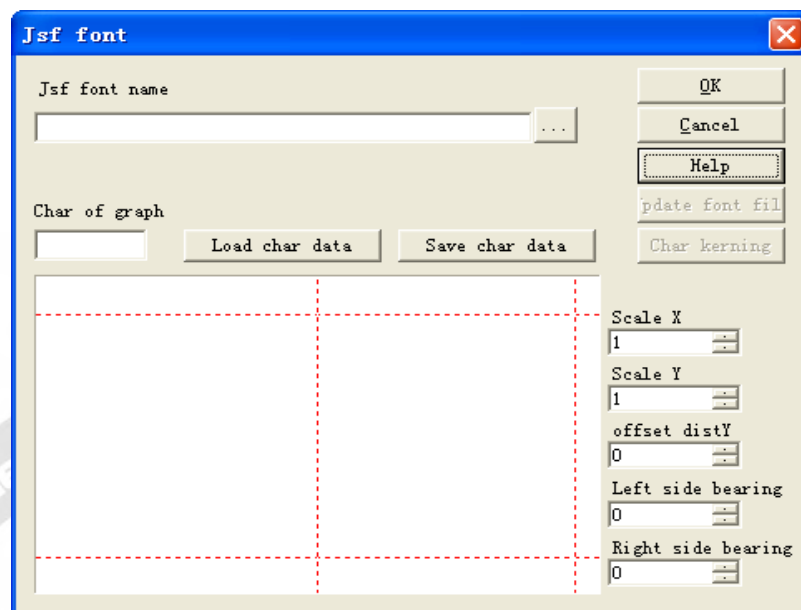
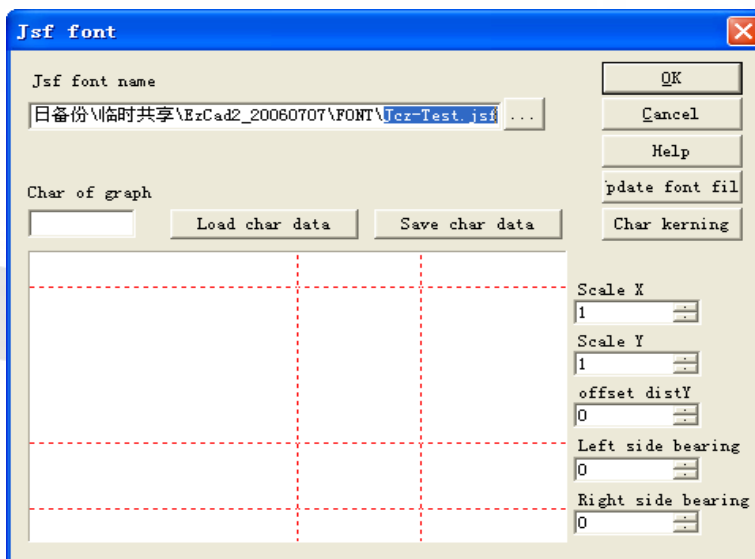
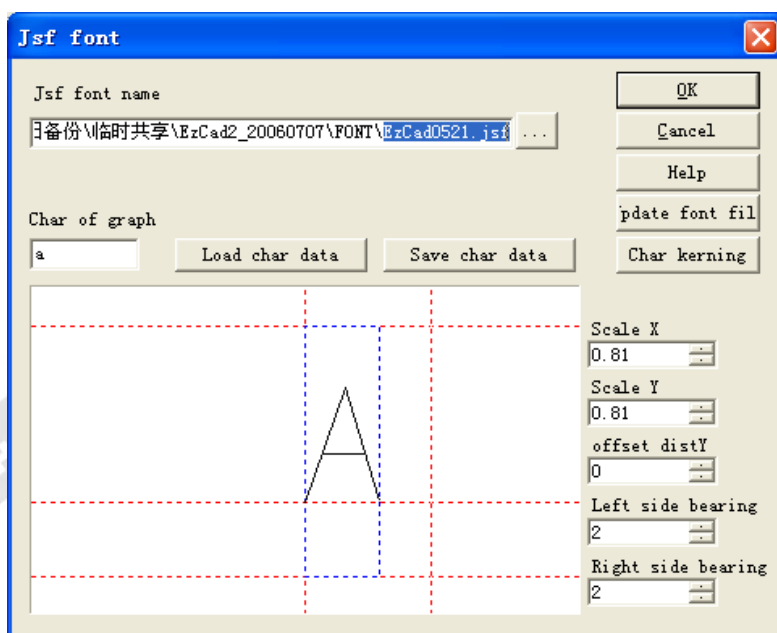

Рис. 5-17. Шрифт JSF.
Рис. 5-19. Выбор файла шрифта.
Рис. 5-23. Сохранение.
При выборе опции «JSF font» (шрифт JSF) система развернет окно диалога, показанное на Рис. 5-17.
На Рис. 5-17 показаны две неактивные функциональные клавиши «Update font file» (обновить файл шрифта) и «Char kerning» (кернинг символов). Далее требуется выбрать название библиотеки шрифтов jsf, функциональная кнопка  находится справа от окна ввода. При нажатии клавиши  появляется окно диалога открытия файла -> Выбор названия библиотеки шрифтов, которую требуется исправить-> Нажать «ОК» (будет указан путь к файлу), как показано на Рис. 5-19:
показанное на Рис. 5-17. Нажмите кнопку:  и найдите каталог шрифтов программы «EzCAD» в окне, введите «EZCAD0521» щелкните кнопкой для отображения следующего окна диалога, Рис. 5-23 .
соответствующие позиции символа «а», Рис. 5-23:
1. Нажмите «JSF fonts» (шрифты JSF) в меню «Modify» (модификация), появится окно диалога шрифтов JSF, показанное на Рис. 5-17 -> Нажмите кнопку: , откроется диалог поиска пути к файлу: «EzCAD\font» -> Введите «EZCAD0521» -> Щелкните кнопкой.